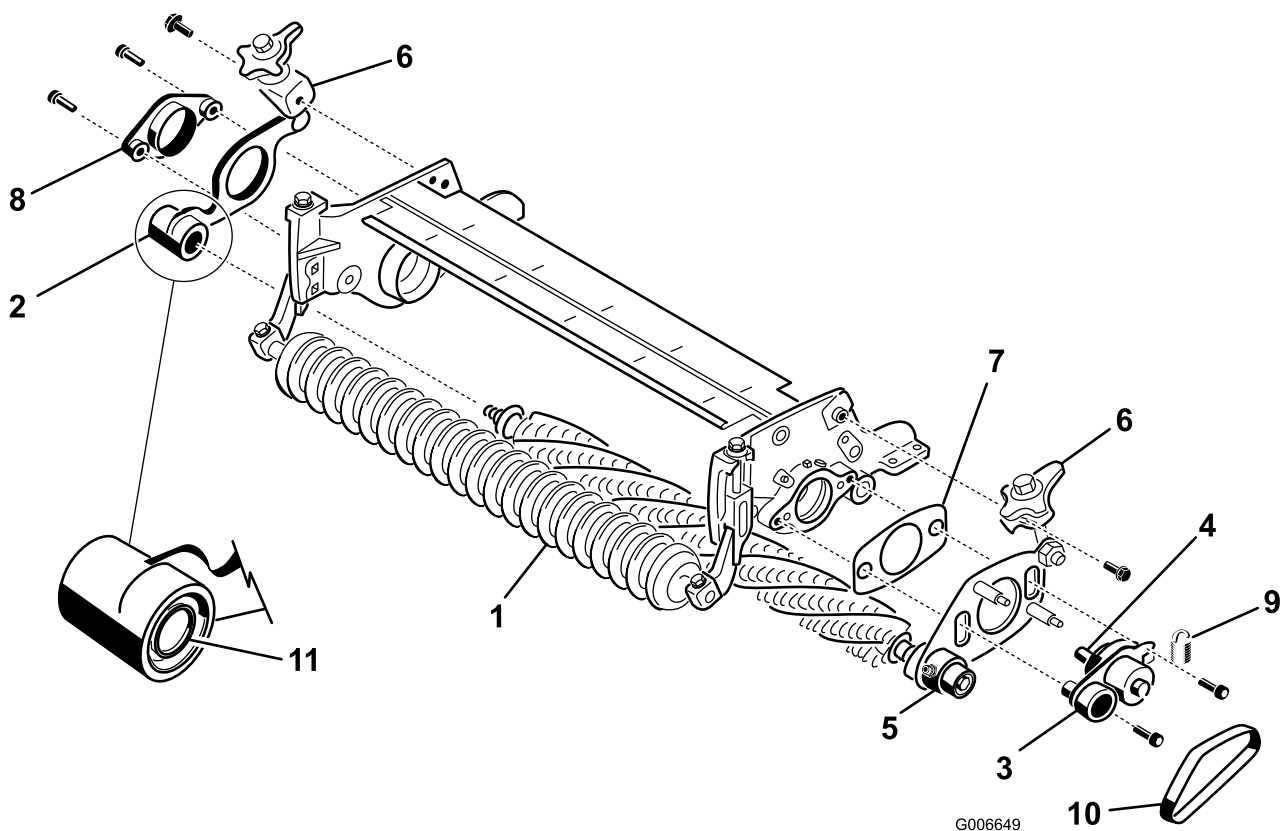

Figura 9
14. En el lado opuesto a la transmisión del acondicionador, retire la chapa del acondicionador con palanca de elevación rápida del eje del acondicionador (Figura 9).
16. En el lado de la transmisión de la unidad de corte, monte el cubo pivotante, la chapa del acondicionador con palanca de elevación rápida del lado de la transmisión, y el suplemento en la chapa lateral de la unidad de corte con 2 tornillos de cabeza hexagonal de 3/8" x 1" (Figura 9). Aplique Loctite azul a la rosca de los tornillos antes de la instalación.
17. Instale la chapa del acondicionador del extremo opuesto a la transmisión en el eje del acondicionador (Figura 9). Tenga cuidado de que no se desprenda el muelle del retén.
18. Sujete el buje pivotante del extremo opuesto a la transmisión a la chapa lateral de la unidad de corte con 2 tornillos de cabeza hexagonal de 3/8" x 1" (Figura 9). Aplique Loctite azul a la rosca de los tornillos antes de la instalación.
20. Monte las palancas de elevación rápida a las chapas laterales con pernos con arandela prensada de 3/8" x 3/4" (Figura 9).
21. Instale la correa del acondicionador en las poleas (Figura 9). Asegúrese de que los nervios de la correa están correctamente asentados en las ranuras de cada polea.